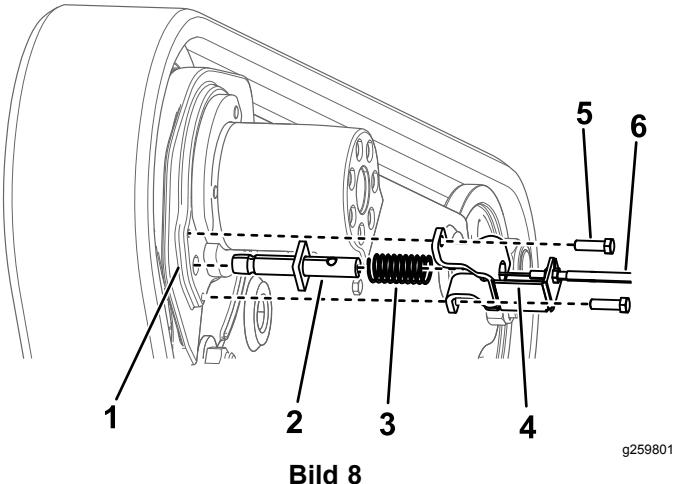

Bild 8
- A. Entfernen Sie die beiden Schrauben, mit denen die Bremsenbefestigung am Kettenmotorgehäuse befestigt ist (Bild 8) und bewahren Sie diese auf.